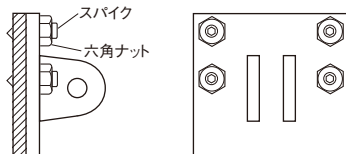

図7
- ① 六角ナットを緩め、六角レンチ又はマイナスドライバー等でスパイクを回し、調整又は交換して下さい。(図7)
- ② 六角ナットを締め付けて下さい。